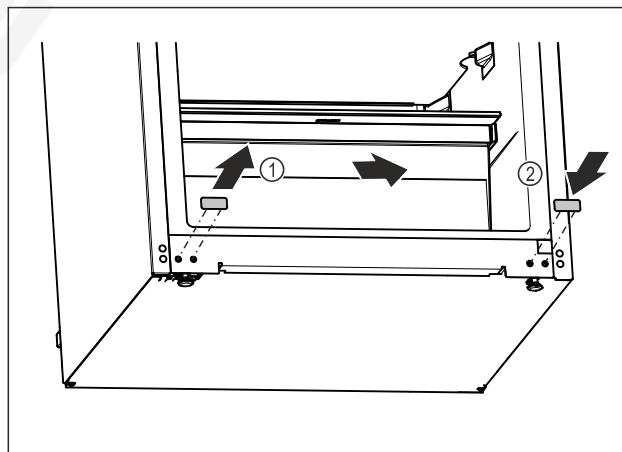

Fig. 12
- ▶ Húzza ki a fedődugót. *Fig. 12 (1)*
- ▶ Helyezze fel a fedődugót a másik oldalon. *Fig. 12 (2)*